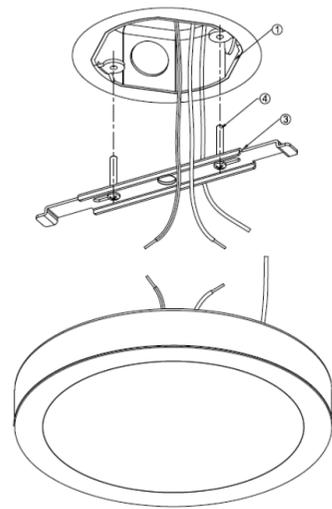

Fig 1
2. Sostenga el soporte de montaje (3) hacia la caja de unión (1) con la brida hacia abajo. Instale los tornillos (4) a través de las ranuras en la caja de conexiones. Consulte la Fig. 1.
3. Tirez les fils d'alimentation noir et blanc de la boîte de jonction (1) d'un côté du support de montage (3) et un fil de cuivre nu de l'autre côté. Consultez la Fig. 1.
2. Hold Mounting Bracket (3) up to junction box (1) with flange facing down. Install both Screws (4) through slots into J-Box. See Fig. 1.
3. Pull black and white power supply wires from junction box (1) to one side of Mounting Bracket (3), and bare copper wire to the other side. See Fig. 1.
2. Maintenir le support de montage (3) à hauteur du boîtier de raccordement (1), la bride orientée vers le bas. Installer chaque vis (4) dans les fentes de la boîte de jonction. Voir Fig. 1.
3. Tire de los cables de la fuente de alimentación en blanco y negro de la caja de conexiones (1) hacia un lado del soporte de montaje (3) y el cable de cobre pelado hacia el otro lado. Voir Fig. 1.